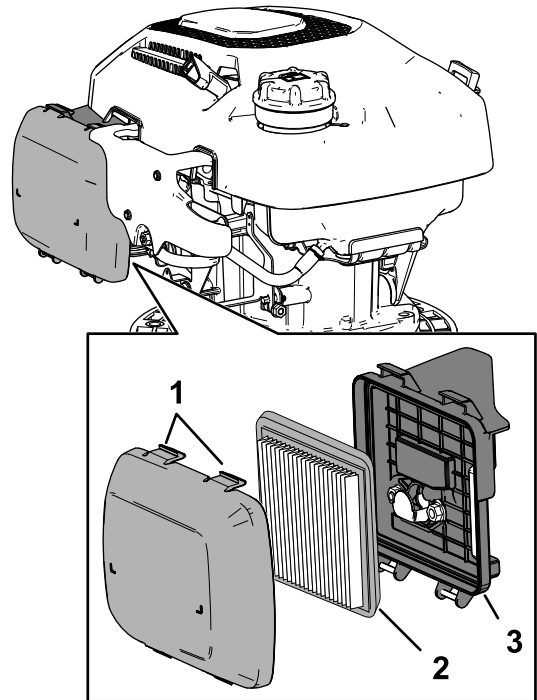

Bild 33
1. Drücken Sie die Verriegelungsglaschen oben an der Luftfilterabdeckung nach unten (Bild 33).
3. Nehmen Sie den Filtereinsatz heraus (Bild 33).